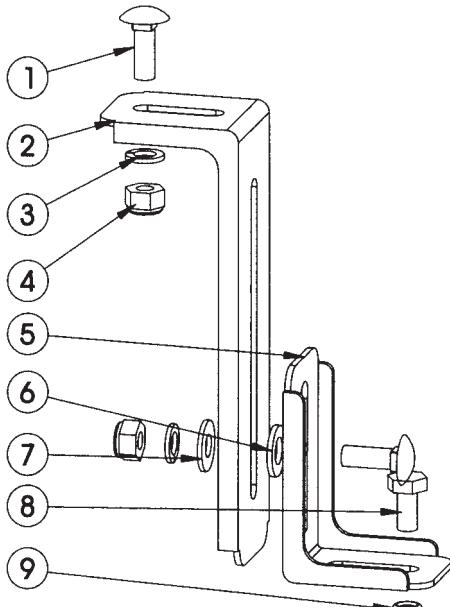

FIGURE 1
- Attachez-les sans serrer au moyen du boulon brut avec tête bombée et collet carré, de la rondelle 5/16", de la rondelle 1/4", de la rondelle d'arrêt et de l'écrou hexagonal. (Fig. 1)